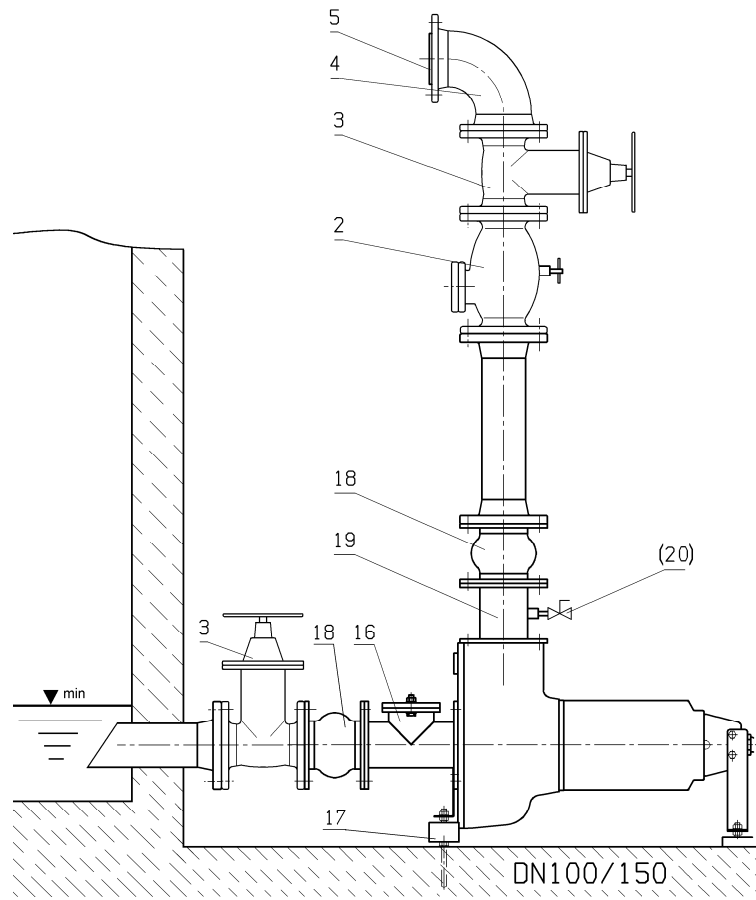

Bild 2c
■ Lufta vid flänsröret (Bild 2c, Pos.19) genom att öppna 1/2"-avstängningskranen (Pos. 20). Stäng åter kranen efter luftning.